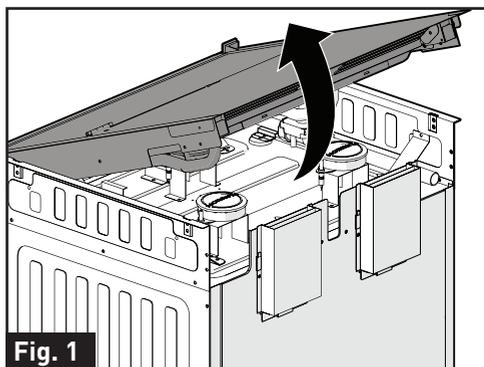
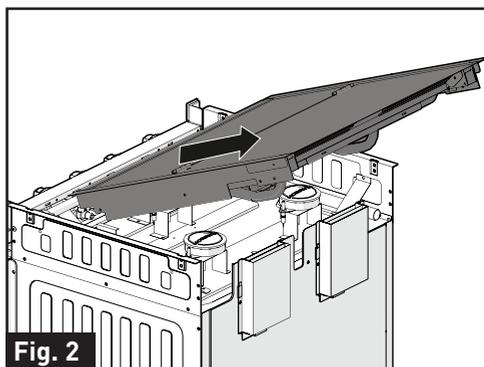

Fig. 1
Fig. 2
2. Tenez le déflecteur du couvercle de verre supérieur et tirez-le vers le haut pour le retirer du four. (Fig. 1) Poussez légèrement et tirez vers le haut pour retirer le couvercle de verre supérieur et le retirer du four. (Fig. 2)